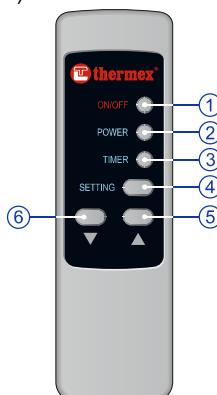

Abb. 4. Fernbedienung der Modellreihe ID
7.2.9. Fernbedienung der Modellreihe ID (Abb. 4).
Abbildung 4: 1 – Taste „ON/OFF“ / „EIN/AUS“, 2 – Taste „Power“ / Leistungswahl, 3 – Taste „Timer“ / Timerbetrieb, 4 – Taste „Setting“ / Wahl, 5 – Taste Erhöhung, 6 – Taste Reduzierung.
Die Taste „Power“ (Abb. 4, P. 2) der Fernbedienung lässt die Leistungsmodi zwischen dem „Single Power“ und „Double Power“ wählen. Die Taste „Setting“ (Abb. 4, P. 4) entspricht die Taste „>“ am Steuerfeld. Die Taste „Timer“ hat die Funktion die Taste „<“ und die „ON/OFF“ (Abb. 4, P. 1) entspricht die Taste „①“. Mithilfe von Tasten „▲“ (Abb. 4, P. 5) und „▼“ (Abb. 4, P. 6) erfolgt die Einstellung von Parametern.